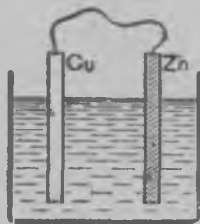

Рис. 49.
4. Озуттуа стрелкойл (рис. 49), куй маткуау вольтан элементас и проводас луантус цепис токка.